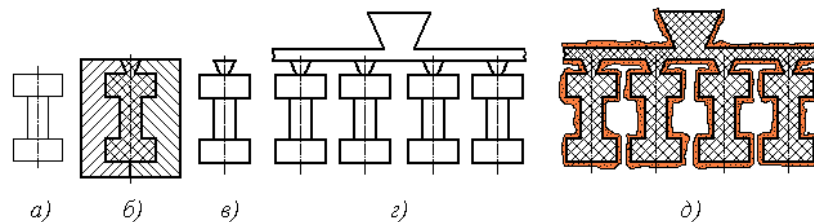

Рис. 2.8. Изготовление литейной формы методом выплавляемых моделей
Схема изготовления литейной формы методом выплавляемых моделей представлена на рис. 2.8.
**Модель отливки**, показанной на рис. 2.8,а, делают из смеси легкоплавких веществ (например, по 50 % парафина и стеарина). Смесь плавится при 80 °С, размягчается при 60 °С.
Подогретый модельный состав заливают или запрессовывают в *металлическую пресс-форму* (рис. 2.8,б).
После охлаждения модели (рис. 2.8,в) вынимают из пресс-форм и собирают в блоки с одной литниковой системой на несколько моделей, нагревая место соединения паяльником (рис. 2.8,г). Блок может включать до сотни моделей. Литники для прочности можно армировать проволокой.
**Собранный модельный блок** погружают в керамическую суспензию из кварцевого песка и гидролизованного раствора этилсиликата в этиловом спирте, затем обсыпают сухим песком и сушат. На поверхности модели образуется керамическая оболочка. Операцию повторяют 3...4 раза, пока не получится корочка толщиной примерно 8 мм (рис. 2.8,д).